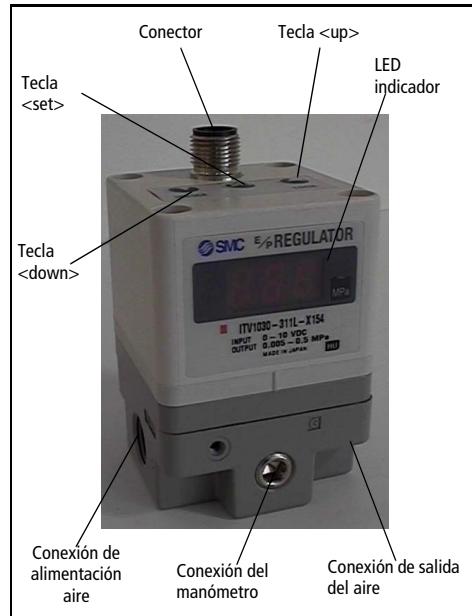

Fig. 1
Presione las teclas 'Up' y 'Down' (Fig 1) conjuntamente durante más de 3 segundos. El indicador muestra 'RES'. Para que las presiones mínima y máxima y las salidas digitales P1 y P2 vuelvan a su condición inicial, libere las teclas.
'Loc' Si se presiona cualquier tecla, en el display (Fig.1) parpadea la indicación 'Loc'.
- 1) Presione la tecla 'Down' (Fig 1) durante más de 2 segundos.
- 3) Presione la tecla 'set' (Fig 1) para bloquear.
Nota: Para anular, presione la tecla 'Up' (Fig 1).
- 1) Presione la tecla 'Up' (Fig 1) durante más de 2 segundos.
Nota: Para anular, presione la tecla 'Down' (Fig 1).
Si el equipo ITV1000 detecta alguna anomalía el indicador LED (Fig 1) muestra 'Er' seguido de un código. Desconecte la alimentación, averigüe el problema y resuélvalo. Tras corregir el fallo, reinstaure la alimentación eléctrica.